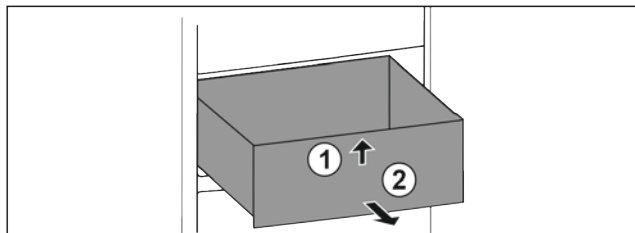

Fig. 16
- ▶ Приподнимите спереди Fig. 16 (1).
- ▶ Извлеките движением вперед Fig. 16 (2).